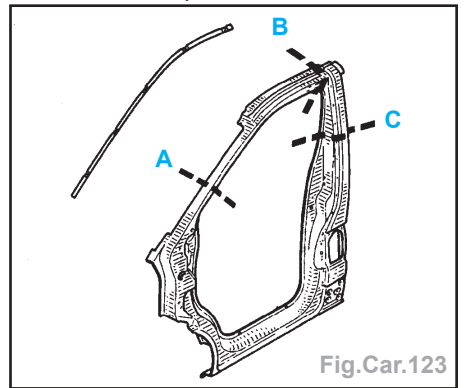

Fig.Car.123
- Le remplacement s'effectue partiellement suivant deux possibilités (Fig.Car.123) :